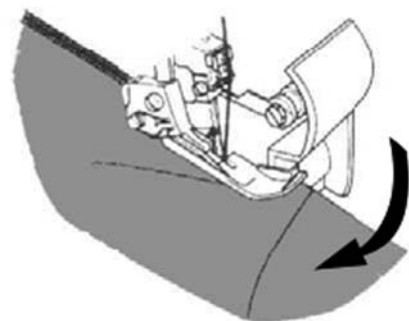

Fig. 102
5. Réalisez un pli au niveau du coin, afin que les deux bords forment une ligne (Fig. 102).